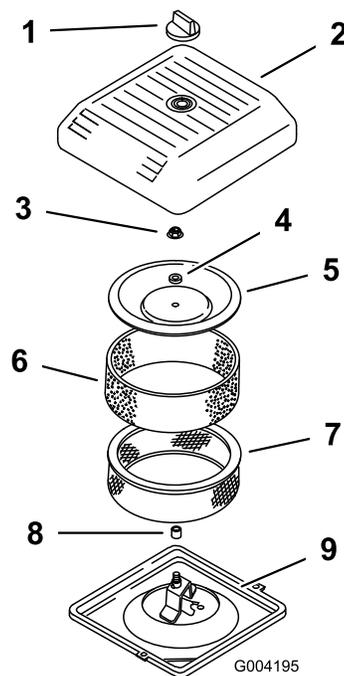

図 41
3. エアクリーナのカバーを固定しているノブを外し、カバーを取り出す(図 41)。
- ペーパーエレメントについているスポンジエレメントを注意深く外す(図 41)。
- カバーナットを外し、カバー、スペーサ、ペーパーエレメントを外す(図 41)。
- エアクリーナのベースにエアクリーナアセンブリを取り付ける(図 41)。
- カバーとスペーサを元どおりに取り付け、ナットで固定する(図 41)。ナットを 11 N·m 1.09 kg·m = 95 in·lb にトルク締めする。
- エアクリーナのカバーを元通りに取り付け、ノブで固定する(図 41)。